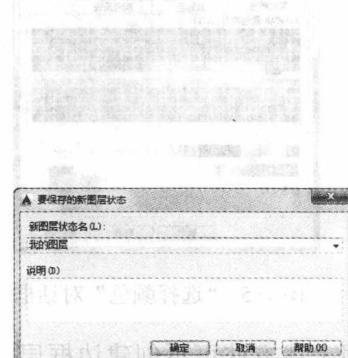

图 1-11 “要保存的新图层状态”对话框
2. 单击对话框中的“新建”按钮，弹出如图 1-11 所示的“要保存的新图层状态”对话框。